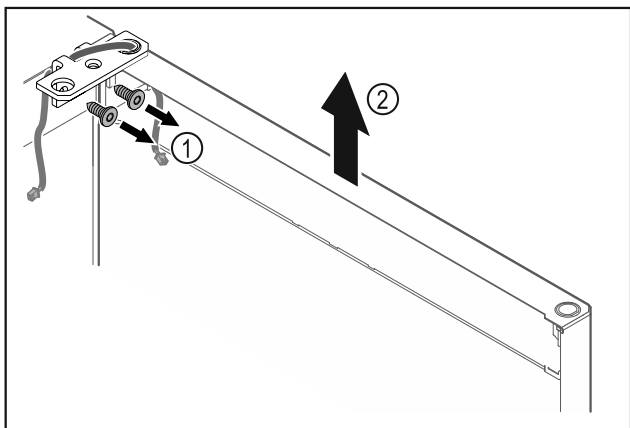

Fig. 13
- ▶ Отвинтите шарнирные уголки Fig. 13 (1).
- ▶ Дверь вместе с шарнирными уголками поднимите строго вертикально вверх Fig. 13 (2) приблизительно на 200 мм и снимите.